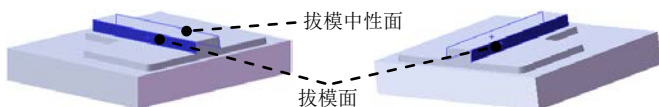

图 16.6.12 拔模参考面
(2) 定义拔模中性面。在 **中性面(N)** 区域的  中选取图 16.6.12 所示的表面作为拔模中性面。
(3) 定义拔模面。在 **拔模面(F)** 区域的  中选取图 16.6.12 所示的表面作为拔模面。